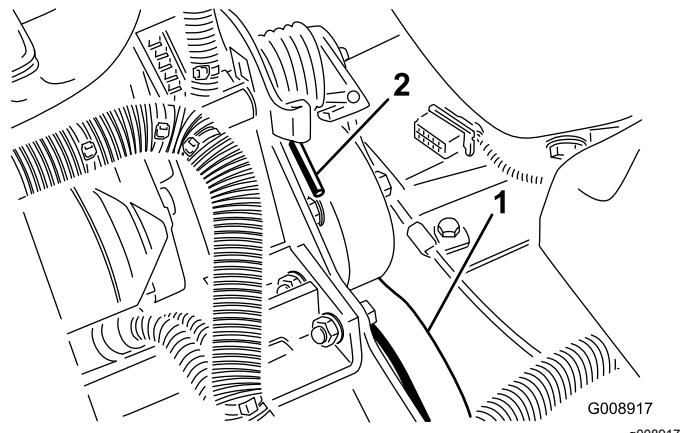

Bild 62
2. Drücken Sie das Ende der Feder (Bild 62) ab und vorwärts, um die Feder aus dem Bügel auszuhakeln und die Feder zu entspannen.